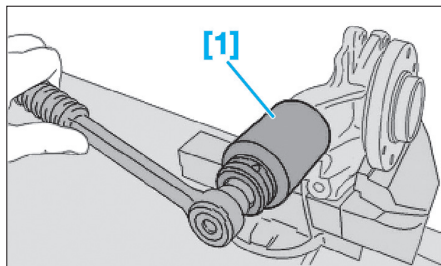

Fig. 29
- la rotule de pivot à l'aide de l'outil [1] (Fig.29).